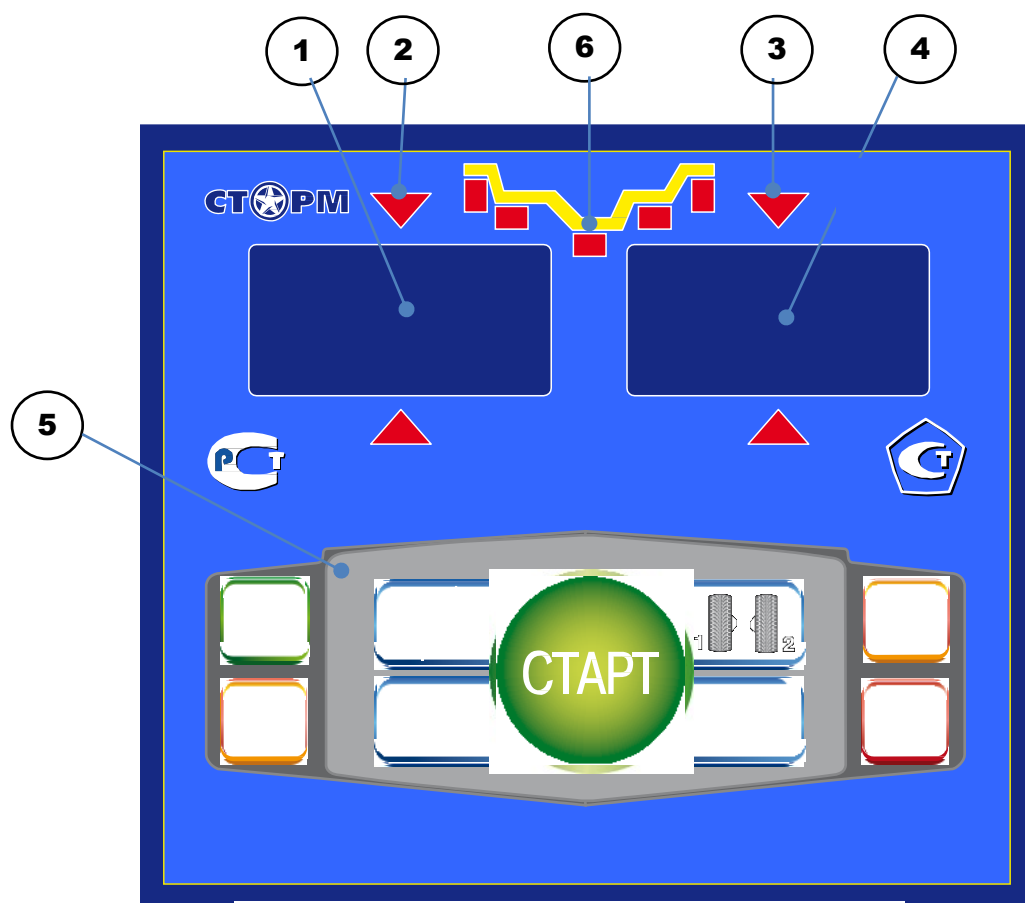

рис.8.1.
8.1. Общий вид лицевой панели показан на рис. 8.1.
При выдвигании штанги на индикаторах 1 (рис. 8.1) отображается значение параметра "А". Значение параметра "d" отображается на индикаторах 4.
Для ввода ширины нажмите кнопку "+" или "-" на индикаторах 1 (рис. 8.1) высветится "-b-", а на индикаторах 4 значение ширины диска. Через 2-3 сек после установки ширины индикаторы в режим отображения текущего дисбаланса.
Дважды нажать кнопку "A, d, b", после чего на индикаторах 1 (рис. 8.1) загорается символ "А", а на индикаторах 4 исходная величина дистанции. Нажимая кнопки "-" и "+" установить на индикаторах 4 требуемую величину дистанции. Через 2-3 сек после установки дистанции показания на индикаторах 1 и 4 возвращаются к отображению текущего дисбаланса, а кнопки "-" и "+" возвращаются в режим ввода ширины обода.
11.1. Переключение схем ALU1-ALU5 осуществляется последовательным нажатием кнопки "ALU" при этом схема установки грузов отображается загоранием соответствующих светодиодов 6 (рис.8.1), кроме того, на индикаторах 1 отображаются символы ALU, а на индикаторах 4 номер 1-5. Через 2-3 сек. после установки требуемой программы ALU индикаторы 1-4 переходят в режим отображения дисбаланса.
Эта функция обеспечивается тем, что каждый раз при вводе новых геометрических параметров и установке требуемой программы ALU, предыдущее состояние запоминается. Для перехода от одного набора параметров к другому необходимо нажать кнопку "1-2". Визуальный контроль того, какие параметры установлены в данный момент, осуществляется нажатием "A, d, b" на индикаторах 4 (рис.8.1) будут последовательно отображены, установленные в данный момент диаметр и ширина обода и дистанция.
14.1. При включении тумблера питания СБ на индикаторах 1 (рис. 8.1) высвечивается трёхзначное число -номер версии программного обеспечения. Через 2-3 сек на индикаторах 1 и 4 должны загореться нули, кроме того должны загореться светодиоды 6, что свидетельствует о включении режима стандартной балансировки с установкой на обеих плоскостях коррекции грузиков на пружинках. На светодиодах 2 и 3 (рис. 8.1) должны загореться оба светодиода.
14.2. При включении СБ программа измерения дисбаланса настраивается таким образом, что дисбаланс менее 8 г (заводская установка) на любой плоскости коррекции не показывается, в этом случае на индикаторах 1 и 4 (рис. 8.1) высвечиваются "0". Минимальный дисбаланс отображающийся на индикаторах 1 и 4 равен 8г. Дисбаланс, превышающий 8г, округляется до величины кратной 5, т. е. дисбаланс 9, 10, 11 и 12 г отображается цифрой 10, дисбаланс 13, 14,15, 16 и 17 г - цифрой 15 и т. д. Для просмотра неокруглённого значения дисбаланса или дисбаланса менее 8г. необходимо нажать кнопку "<", при этом на индикаторах 1 и 4 на 2-3 сек высвечиваются фактические значения дисбаланса, определённые в данном запуске.
14.5.1. Поднимите защитный кожух. Вручную поворачивайте колесо в направлении, которое показывают светодиоды 2 и 3 (рис. 8.1.) до тех пор, пока не загорятся оба светодиода и начнут мигать вместе с значением массы корректирующих грузов.